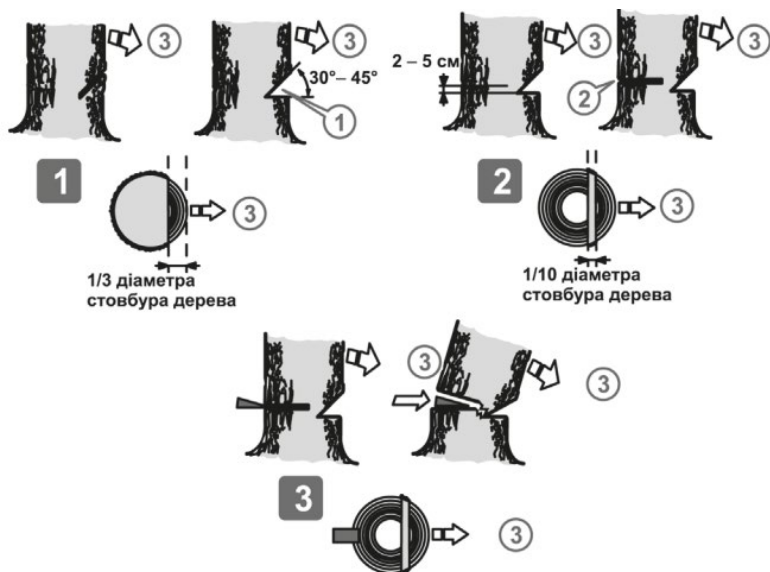

Рисунок 11. Схема послідовності різання під час валки дерева.
5.3.1 Валка дерев (рис. 11, 12).
4. Підготувати шлях відходу, який має бути спланований з урахуванням напрямку падіння спиляного дерева (рис. 11, 12).
6. Починати пиляти дерево з того боку (1, рис. 11), куди воно має впасти. Зробити клиноподібний розпил під кутом 30–45 градусів, глибина якого приблизно дорівнює 1/3 від товщини стовбуру.
7. Виконати валковий пропил (2, рис. 11) з протилежного боку від клиноподібного розпили.
Центральна частина стовбуру, яка залишилася нерозпиляною, під час падіння дерева виконає роль напрямної для напрямку падіння (3, рис. 11).